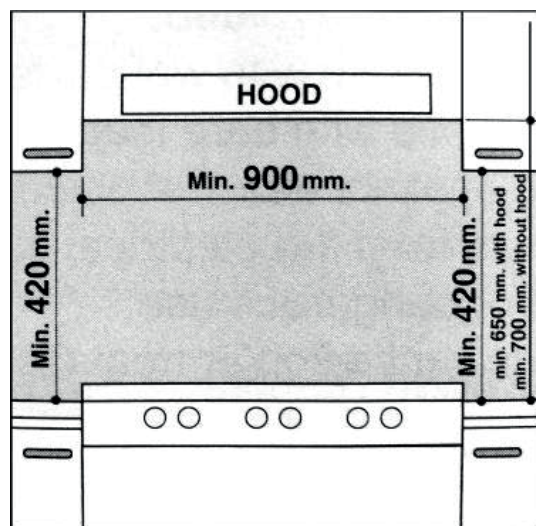

Fig. 5
- c) Os armários devem ser posicionados próximos ao exaustor a uma altura mínima de 420 mm (Fig. 5).